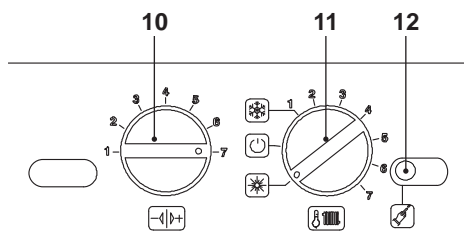

Figura 9.14
- Posizionare le manopole del pannello comandi come indicato in Figura 9.14.
- Per entrare nella modalità Spazzacamino bisogna entrare in programmazione premendo per 15 secondi il pulsante di ripristino 12 in Figura 9.14 fino alla comparsa del parametro **P01** sul display LCD; sul display LCD compare la seguente visualizzazione (la sequenza **P01** si alterna --- --).
- Premere il pulsante di ripristino 12 in Figura 9.14 per lo scorrimento dei vari parametri sino al raggiungimento del parametro **P09** valido per il settaggio modalità Spazzacamino; sul display LCD compare la seguente visualizzazione (la sequenza **P09** si alterna a **00**).